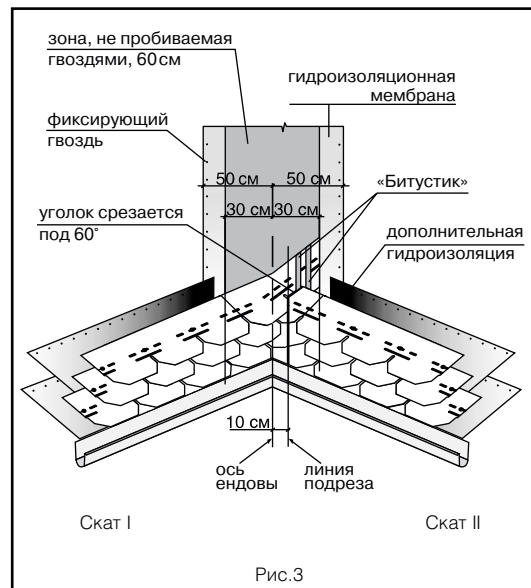

Рис.3
## Ендова (рис. 3)
- на прилегающем скате (II) вдоль оси ендовы на расстоянии 30 см от нее отбивается линия;
- лист, подходящий к ендове со ската II, должен доходить до линии подрезки и обрезаться по ней. Верхний уголок обрезанного края листа подрезается под углом 60° (5 x 3 см – рис. 3);